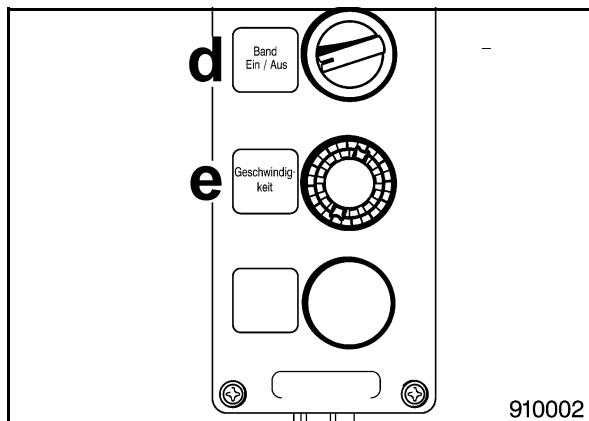

Bild 45
- Streumengeneinstellung des Potentiometers e (Bild 45) am Bedienpanel.